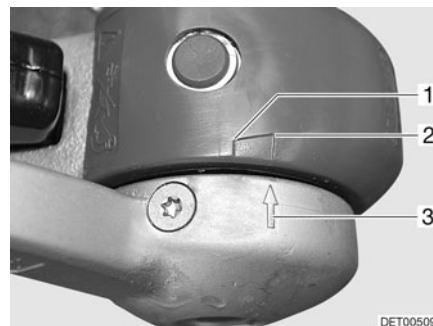

Fig. 175 Forros de fricción
- Cuando la flecha de la arandela de presión (Fig. 175,3) se encuentra delante o en la superficie de marcación (Fig. 175,2) los forros de fricción están todavía nuevos.
- Cuando la flecha de la arandela de presión se encuentra dentro de la superficie de marcación (Fig. 175,1 a 2), los forros de fricción están ligeramente desgastados.
- Cuando la flecha de la arandela de presión se encuentra al final de la superficie de marcación (Fig. 175,1) a la sobrepasa, los forros de fricción están desgastados.